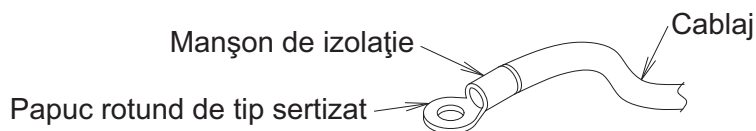

Fig. 37
- Pentru conectarea la regleta de conexiuni a cablajului transmisiei interior-exterior, utilizați borne papuc rotund de tip sertizat cu manșon de izolație sau tratați cablajul cu izolație. (**Consultați Fig. 37**)